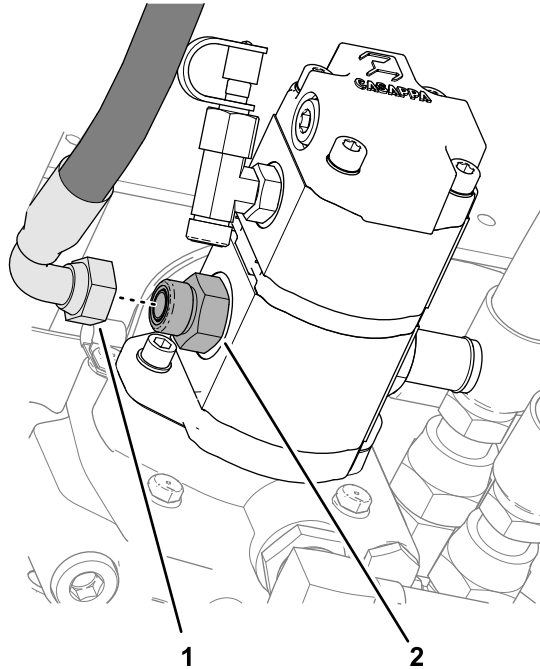

Figure 104
1. Débranchez le flexible de pression du moteur de la pompe de pulvérisation qui est relié au raccord droit sur le côté gauche de la pompe hydraulique (Figure 104).